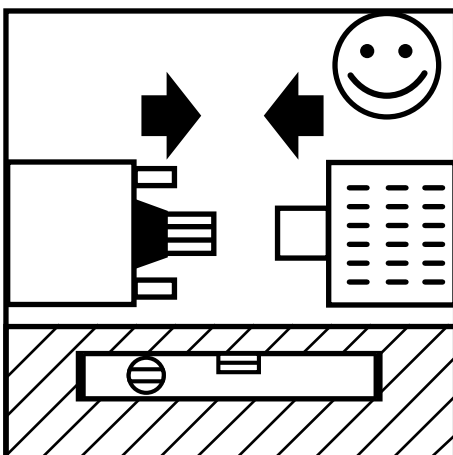

Fig.: 11
1. Le moteur et le groupe doivent être posés horizontalement et à plat (Fig.: 11).